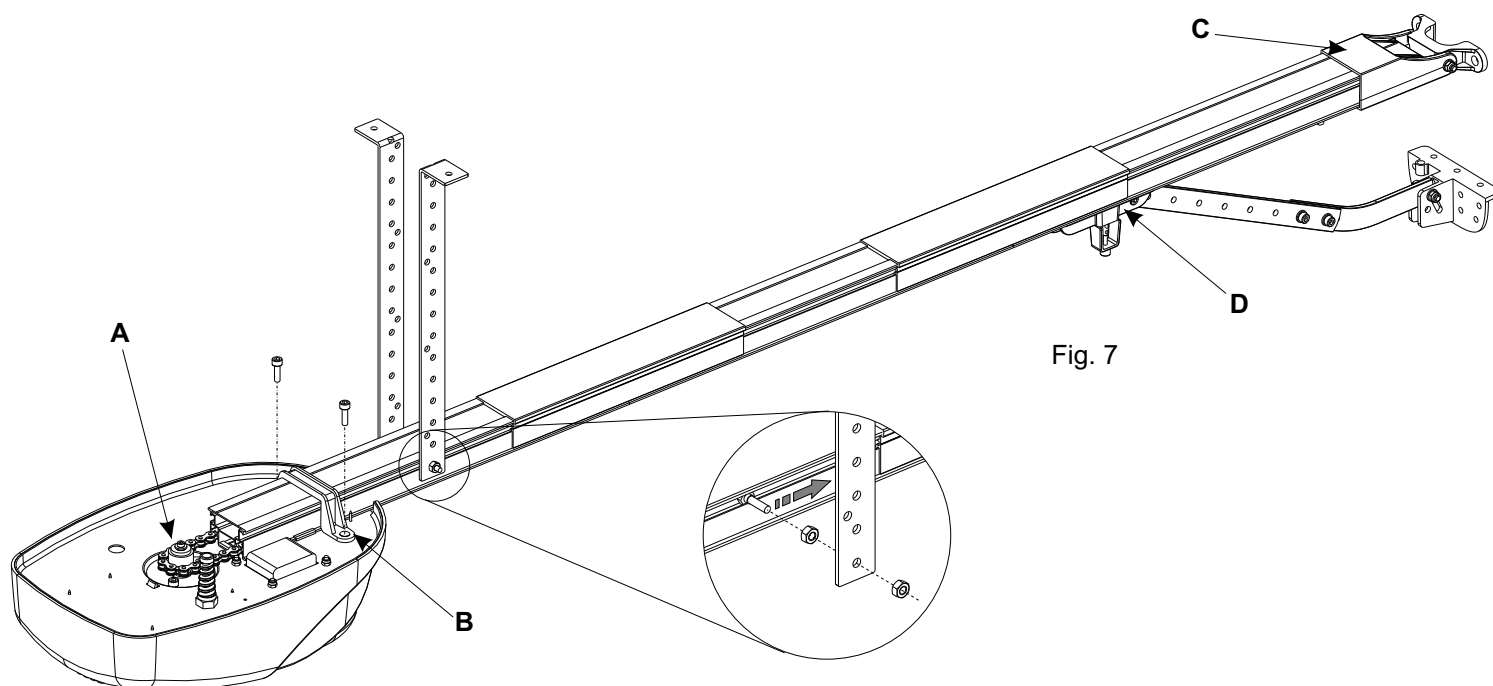

Fig. 7
Nota: In Fig. 4 sono presenti una coppia di viti inserite nelle feritoie che serviranno a fissare il Corona al soffitto per mezzo delle apposite staffe. (Vedi anche Fig. 7).
- Assicurarsi che la catena sia ben inserita sul pignone del corpo Corona. (Fig. 7 - A)
- Portare a battuta la guida sul corpo Corona e fissarla con l'apposita staffa. (Fig. 7 - B)
- Fissare nell'altra estremità della guida il supporto attacco anteriore. (Fig. 7 - C)
Importante: Tenere sempre ben lubrificata la catena e il supporto di scorrimento (Fig. 7 - D).